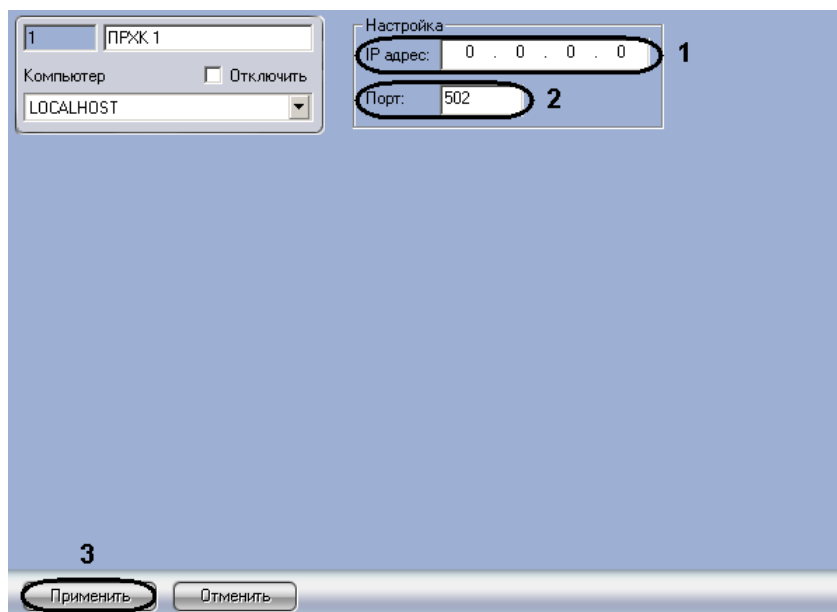

Рис. 2.2-2 Панель настроек объекта ПРХК
1. Перейти на панель настроек объекта **ПРХК** (Рис. 2.2-2).
2. В поле **IP адрес:** необходимо ввести IP-адрес прибора ПРХК (см. Рис. 2.2-2, 1).
3. В поле **Порт:** необходимо ввести номер порта прибора ПРХК (см. Рис. 2.2-2, 2).
4. Нажать кнопку **Применить** для сохранения изменений (см. Рис. 2.2-2, 3).